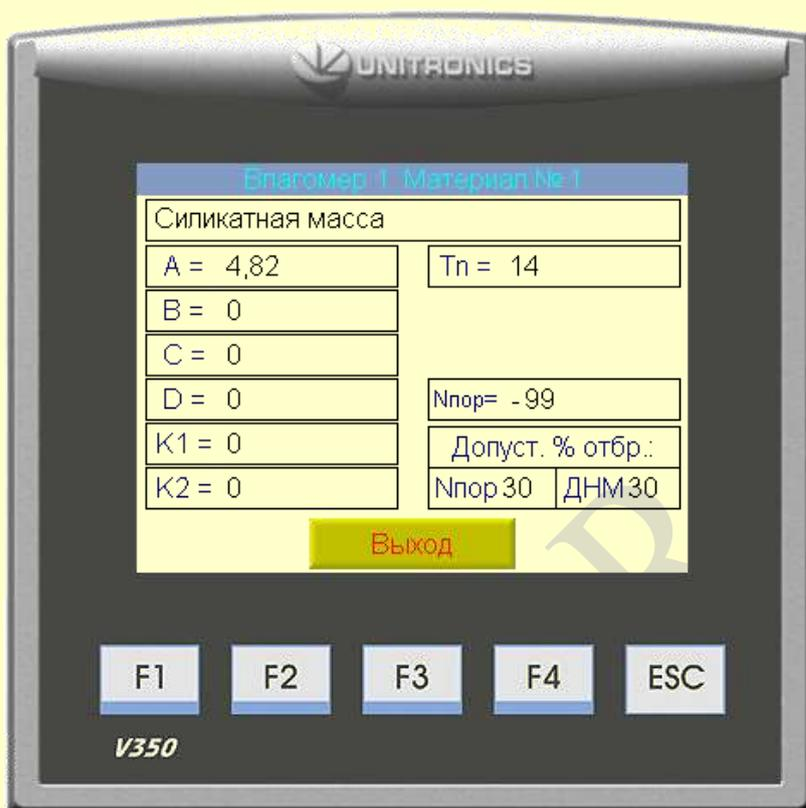

Рис. 7.2. Экран ввода градуировочных коэффициентов влагомера 1.
На экране ввода группы параметров отображаются названия параметров и их значения, так, как на Рис. 7.2. Для изменения нужного значения нажмите на него — появится экранная клавиатура для его изменения.
**7.1.** По нажатию кнопки «Влагомер 1» появляется экран ввода градуировочных коэффициентов для влагомера, установленного на входе системы (рис. 7.2).